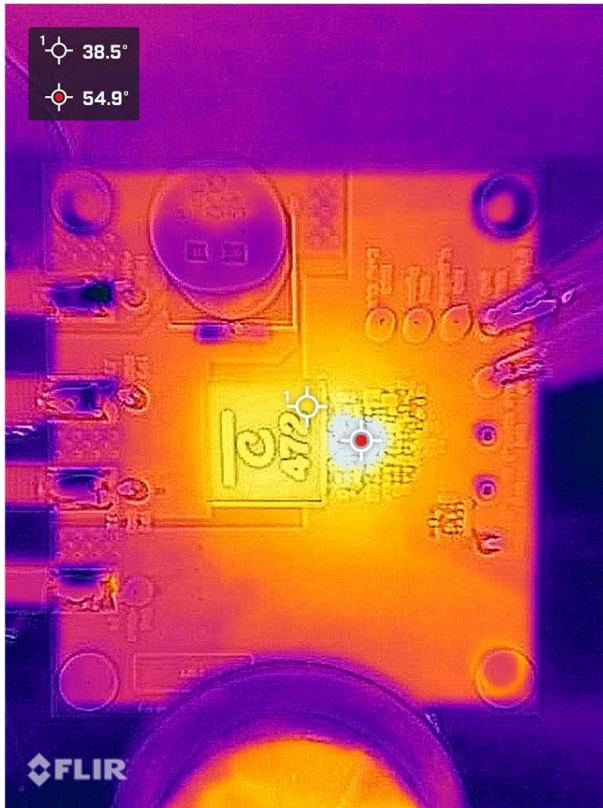
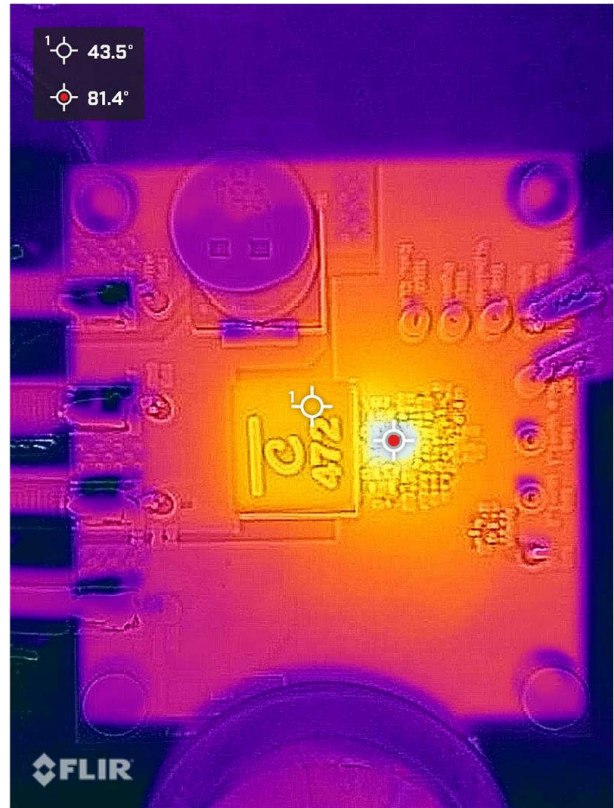

图 4-11. $I_{OUT} = -2.7\text{A}$ 时的热结果
图 4-12. $I_{OUT} = -4\text{A}$ 时的热结果
如 LM61495 数据表中所述，允许的最高 IC 结温为 150°C 。要计算不同条件下的 IC 温度，请将 LM61495 器件的功率损耗乘以 PMP23333 PCB 的 θ_{JA} ，然后将该值与环境温度相加。由于 PMP23333 没有指定 PCB 的 θ_{JA} ，因此我们可以通过检查实际效率和热结果来估算 θ_{JA} 。图 4-11 和图 4-12 展示了 $V_{IN} = 12\text{V}$ 、 $V_{OUT} = -8\text{V}$ 时 -2.7A 、 -4A 条件下的热结果。尽管可以如节 4.2 中所述使用更高负载，但德州仪器 (TI) 建议不要在 PMP23333 设计中将负载增加到超过 -4A ，因为 IC 温度可能会变得过高。